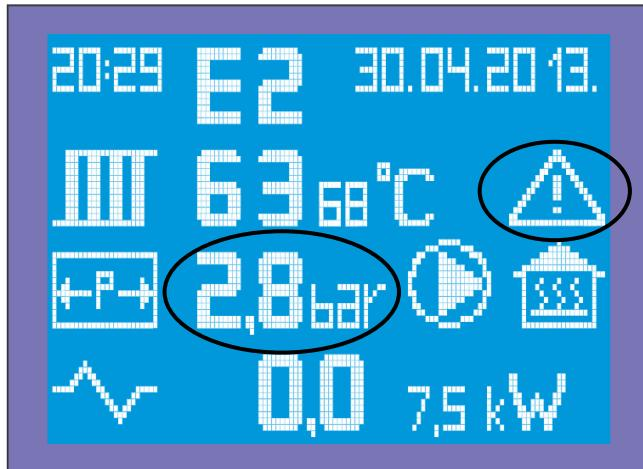

Figura 13: Paralajmërimet lidhur me trysninë e punës
- Në anën e sipërme të djathëtë të displej nën datë paraqitet trekëndëshi i paralajmërimit i cili gjithashtu vezullon pandërpërë (Figura 13).